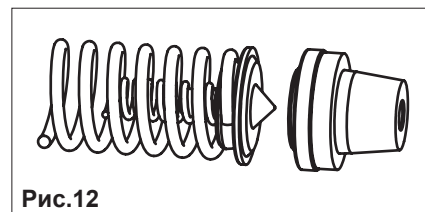

Рис.12
- извлечь большую пружину и блок регулирующий клапан/ маленькая пружина (рис. 12);